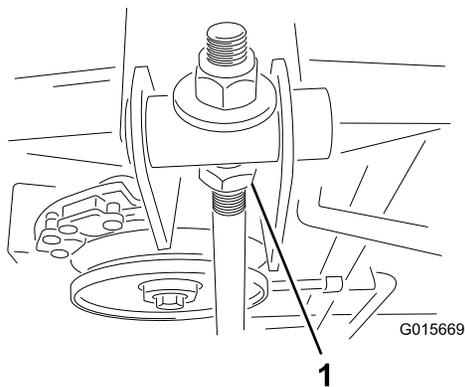

Figura 42
7. Allentate il controdado (Figura 42).